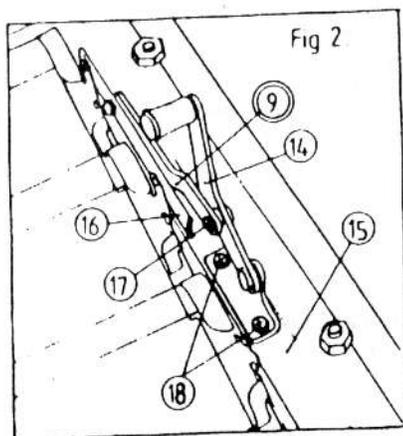
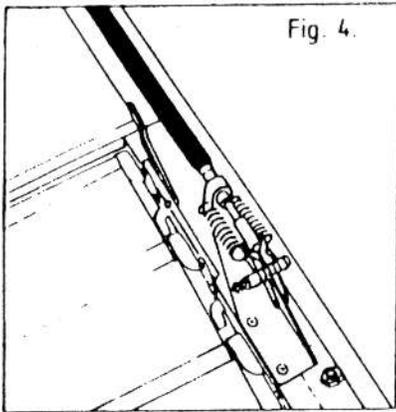

Fig 2
Fig. 4.
Siehe Abb. 2. - 3.
1. Legen Sie den Zylinder (1) an einen kühlen Ort mindestens 30 Minuten, max: 10°C, z.B. in kaltes Wasser oder in einen Kühlschrank.
## A. Lamellenfenster mit einem gekröpften Verbindungsarm (9), Siehe Abb. 2
2. Den Handgriff (14) dadurch abbauen, dass man die Schrauben (17) und (18) in erwähnter Aufeinanderfolge entfernt.
4. Den Öffner am Platz des Handgriffes mittels der Schrauben (18) los montieren, siehe Abb. 4.